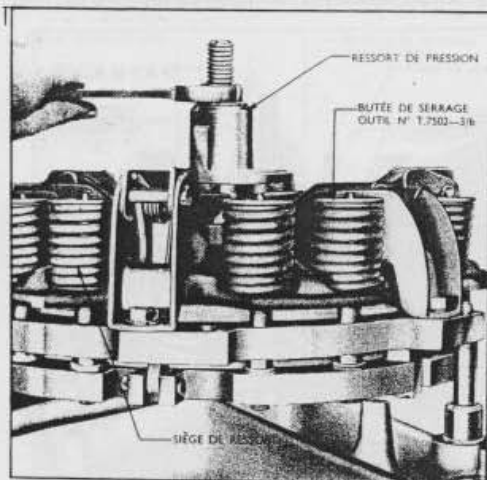

Fig. 11.
1. Positionner le support de réglage (Outil N° T. 7502-3/b) sur l'axe central de l'Outil de base d'assemblage d'embrayage de telle sorte que la face la plus large du support soit en contact avec les vis des doigts de débrayage/tracteur. Fixer la rondelle plate et l'écrou sur l'axe de l'outil principal et faire descendre l'écrou; ainsi le support de réglage exerce une pression sur les doigts de débrayage/tracteur et prise de force (voir FIG. 11), tout en écartant les plateaux d'embrayage de la plaque centrale d'entraînement. Lorsqu'on effectue ce réglage, s'assurer que les vis de réglage des doigts de débrayage/tracteur et prise de force font saillie d'une longueur à peu près égale (9,53 mm est la longueur souhaitable), sinon le déplacement des plateaux d'embrayage risque d'être insuffisant. Arrêter de visser
5. Retourner le support de réglage sur l'axe de l'outil principal de telle sorte que sa face la plus large touche les vis de réglage des doigts de débrayage/tracteur (comme le montre la FIG. 11). Fixer la rondelle et l'écrou sur l'axe de l'outil, faire descendre l'écrou puis retirer les trois entretoises de réglage. Retirer l'écrou, la rondelle et le support de l'axe de l'outil.